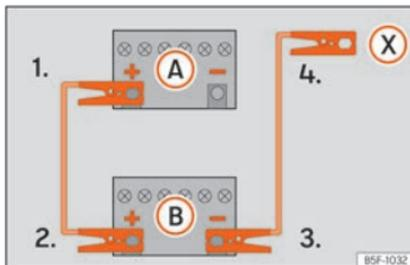

Fig. 77 Esquema de ligação para veículos sem sistema Start-Stop.
⊕ do veículo com a bateria descarregada **(A)** » » Fig. 77.
- 4a. *Nos veículos sem sistema Start-Stop:* ligue uma extremidade do cabo auxiliar de arranque **preto** ao polo negativo ⊖ do veículo que fornece a corrente **(B)** » » Fig. 77.